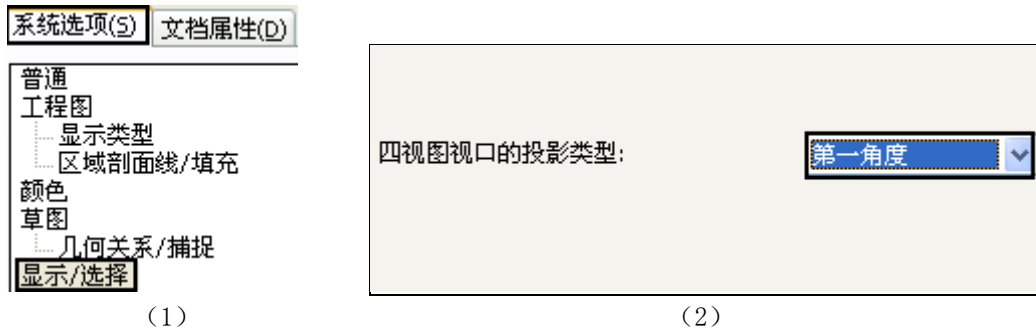

图 2-6 设置投影类型
在“系统选项 (S)”选项卡中,如图 2-6 (1) 所示,单击“显示/选择”,在右侧窗口中设置“四视图视口的投影类型”为“第一角度”,即第一角投影,如图 2-6 (2) 所示。